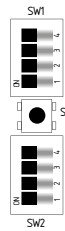

Abb. 3
Zeiteinstellung (siehe Abb. 3 und 4)
- Die DIP-Schalter befinden sich unter der Frontabdeckung des Bausteins (siehe Abb. 3 und 4).